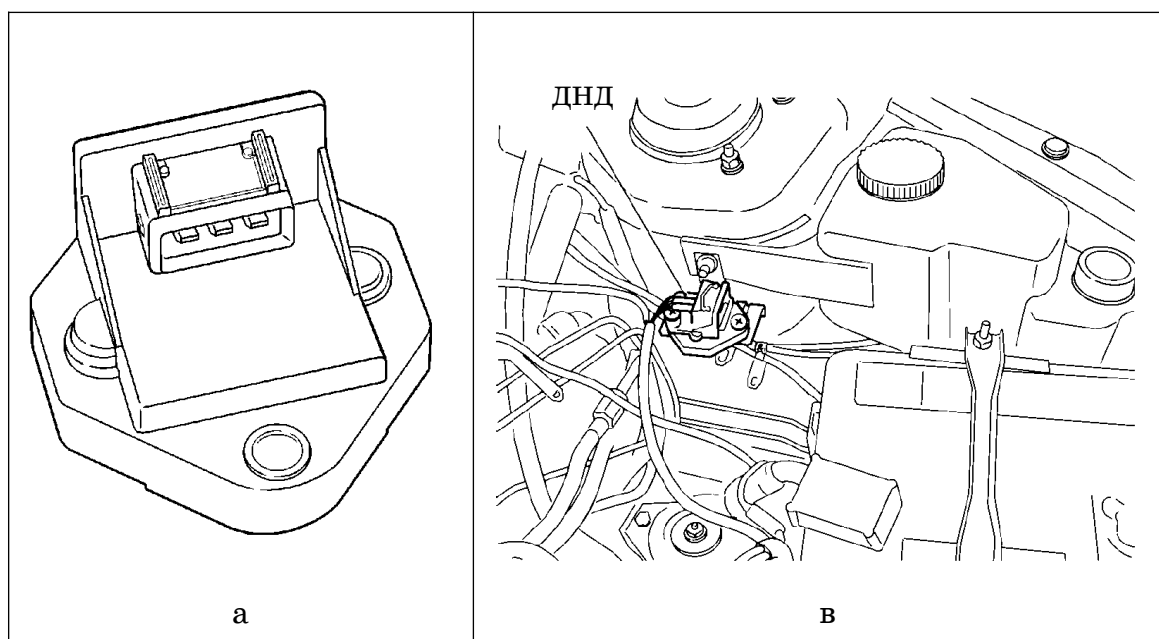

Рис.13 Внешний вид и расположение датчика неровной дороги:
Датчик неровной дороги, рис.13 а, устанавливается:
- на а/м семейства ВАЗ-2110 - в моторном отсеке на левой стойке передней подвески, рис.13 б;